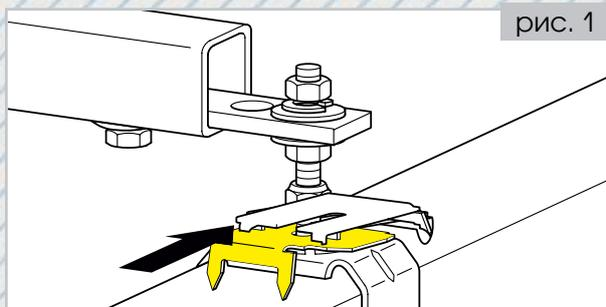

рис. 1
- Согласно регламентированным интервалам монтажа устанавливаются жесткие подвесы. Каждый скользящий подвес можно преобразовать в жесткий подвес. Для этого требуется ослабить нижнюю гайку крепления и вставить разнонаправлено 2 фиксирующие пластины, так чтобы они зафиксировали друг друга, прижать пластины гайкой. **(рис.1)**